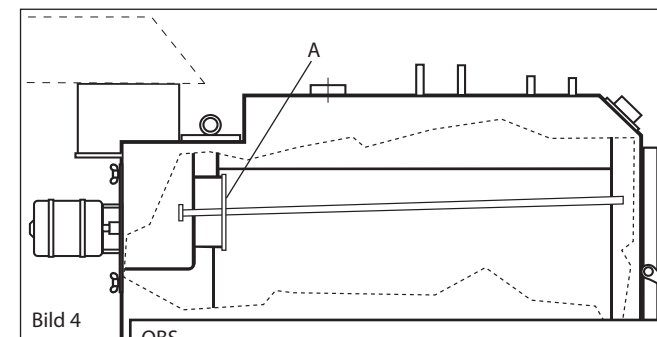

Bild 4
Pannan är försedd med ett automatiskt direktspjäll (bild 4) som i öppet läge tillåter fläkten att suga ut rök via en kanal direkt ut i skorstenen. På så sätt minskar inrykningen i pannrummet när luckan öppnas. För god funktion är det viktigt att locket (A) hålls rent från tjära och sot. Kontrollera att spjället stänger ordentligt när luckan är stängt